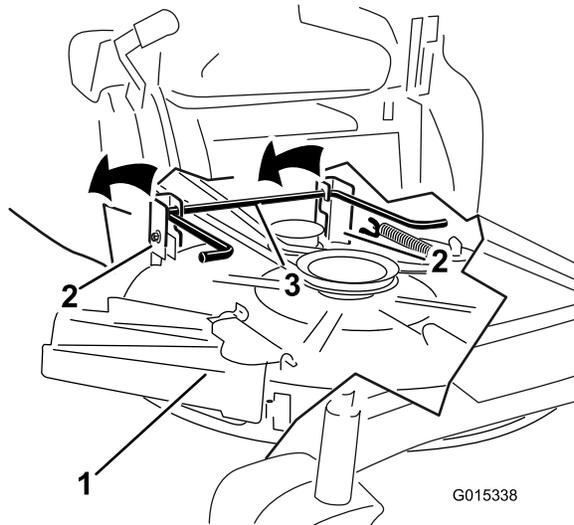

Figura 63
6. Eleve la carcasa del cortacésped y desenganche la varilla de elevación trasera de las pletinas de suspensión, y baje el cortacésped con cuidado al suelo (Figura 63).
5. Eleve la parte trasera de la carcasa del cortacésped y coloque los soportes sobre la varilla de elevación trasera (Figura 63).